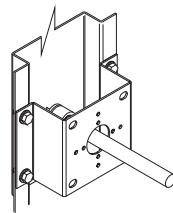

Figura 5 — Posición del Soporte de Montaje Vertical
- Instale un soporte de montaje vertical con rodamientos sobre el eje de control extendido y fije el soporte al marco del regulador de tiro con (4) tornillos Tek N° 14 (proporcionados por terceros). Asegúrese de que los tornillos no interfieran con el enlace del regulador de tiro o el movimiento de la paletas. Consulte la Figura 5.